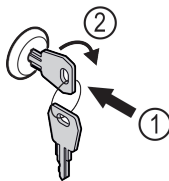

Fig. 178
- ▶ Vstavite ključ. Fig. 178 (1)
- ▶ Ključ obrnite v smeri urnih kazalcev za 90°. Fig. 178 (2)